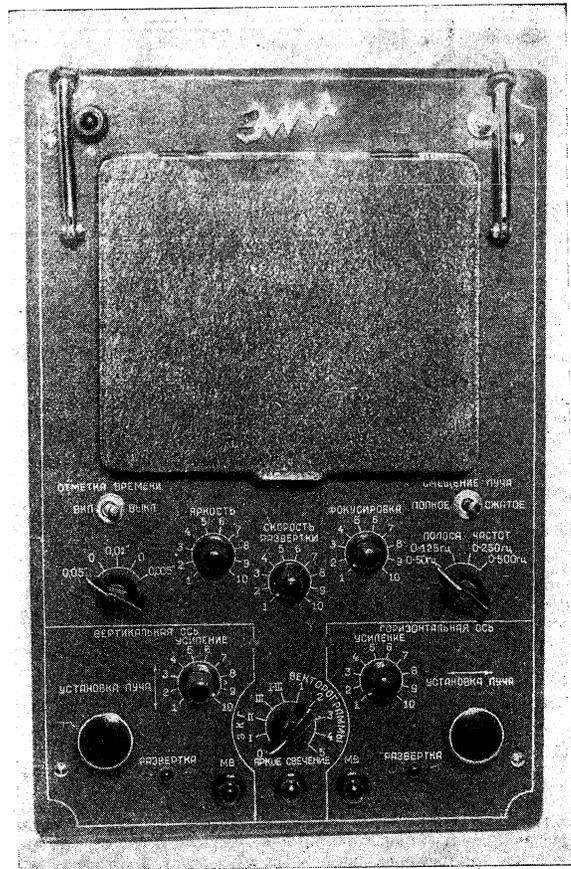

Рис. 3. Панель управления.
При первом включении аппарата в сеть нужно осмотреть положение всех ручек и выключателей на панели управления. При этом следует обратить внимание на то, что ручки и кнопки общего управления находятся в центре, а ручки и кнопки, относящиеся к оперделенному каналу усиления, очерчены кривой линией. (см. рис. 3).
3. Поставить выключатель с надписью «Сеть» (см. рис. 3) в положение «Вкл». После этого должна загореться сигнальная лампа, установленная на панели управления. Включенный аппарат должен прогреться в течение 2—3 минут.